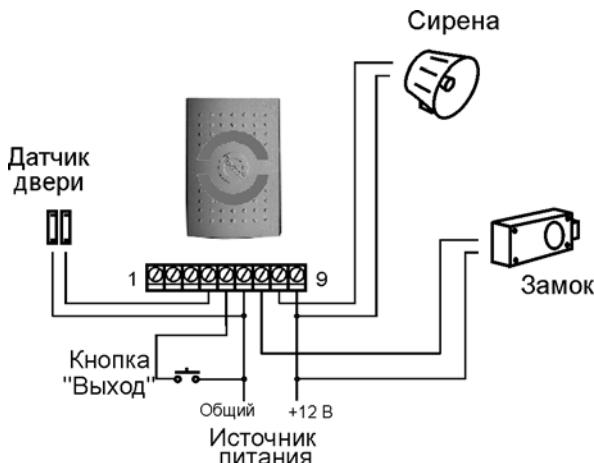

Рисунок 4 – Вариант подключения УКД
- Управление замком (см. рисунок 4) осуществляется подачей или снятием напряжения 12 В на время открытия замка. При этом долговременный ток нагрузки на управляющем выходе УКД не должен превышать 1,5 А.